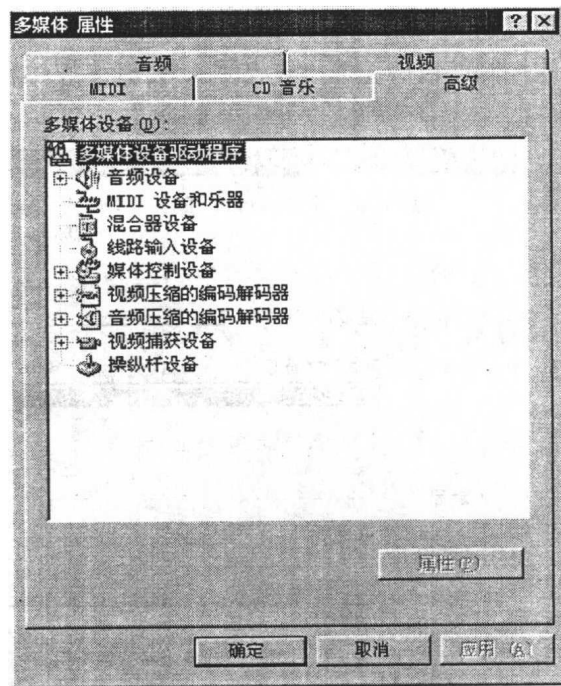

图 2.3
3. 点击“高级”按钮，如图 2.3 所示。
点击“确定”回到图 2.3。